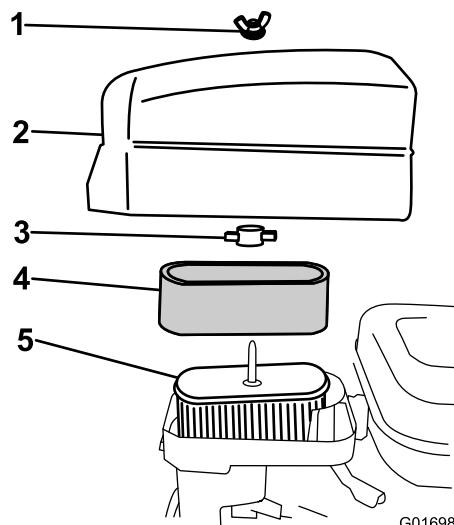

Figura 25
4. Se o elemento de esponja se encontrar sujo, deverá retirá-lo do elemento de papel (Figura 25) e limpe-o cuidadosamente, da seguinte forma: